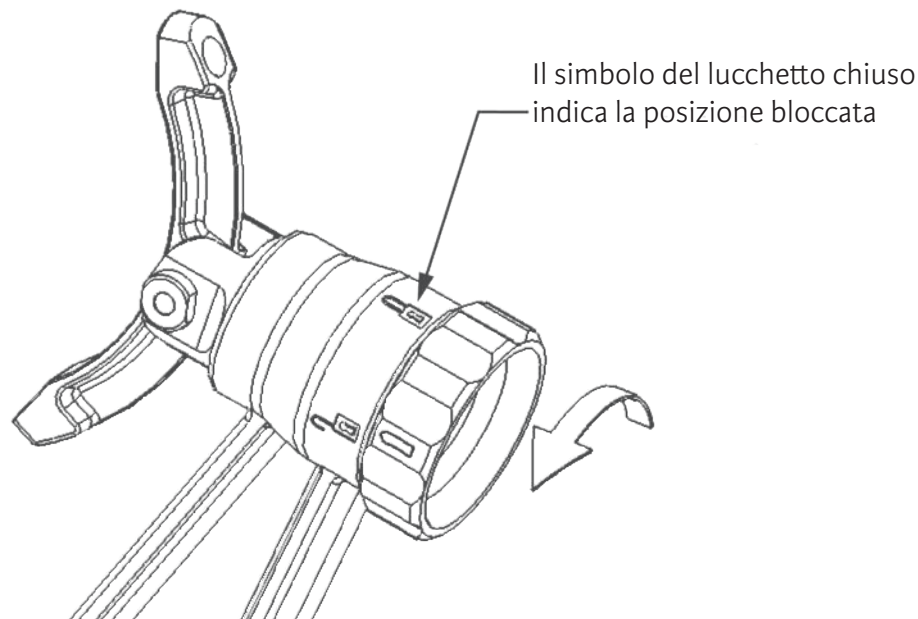

Figura 4 Sbloccaggio della manopola di bloccaggio dell'indice
1. Sbloccare la manopola di bloccaggio dell'indice in modo che il bilanciamento possa ruotare liberamente a 360 gradi. La manopola di bloccaggio dell'indice viene sbloccata ruotando la manopola in modo da allineare l'indicatore con il simbolo del lucchetto aperto; cfr. Figura 4.
7. Una volta applicata la forza alla morsa e posizionato il paziente per l'intervento chirurgico, ruotare la manopola di bloccaggio dell'indice nella posizione chiusa mostrata nella Figura 4.